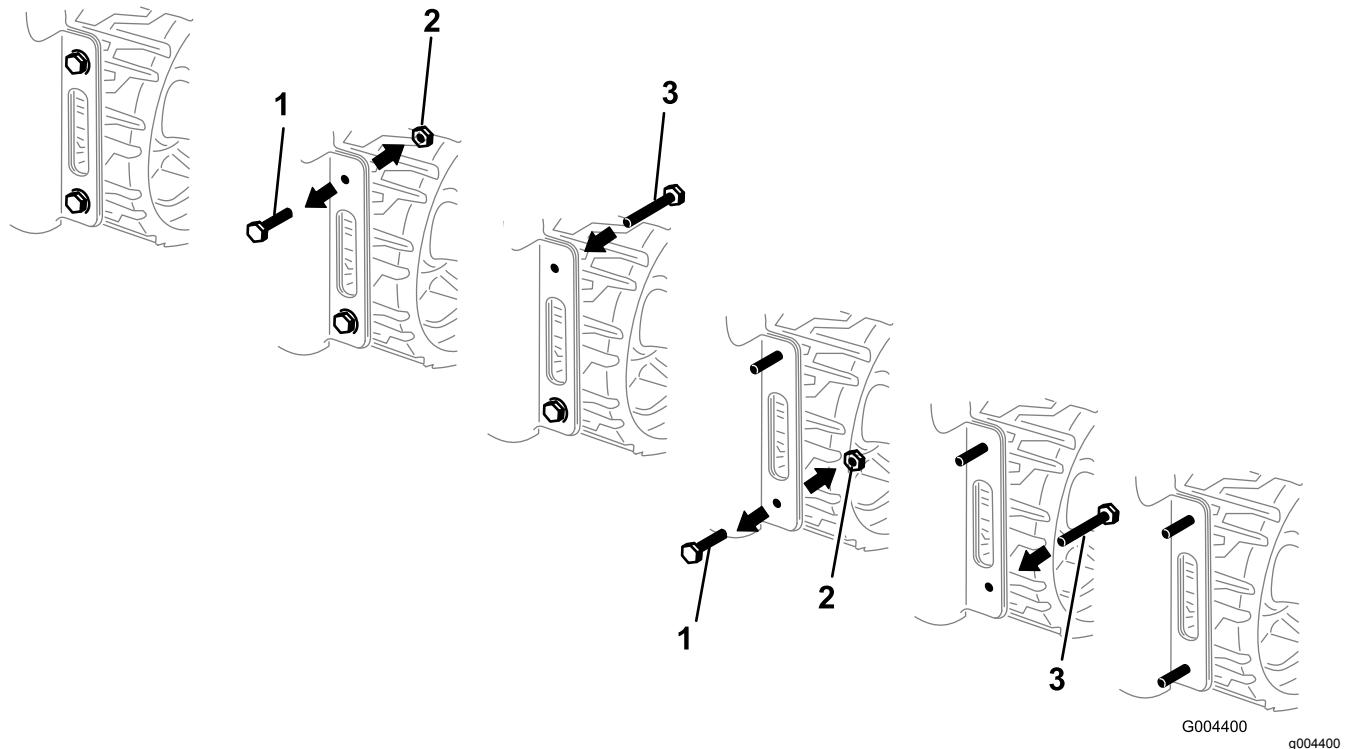

Figura 3
2. Uno por uno, cambie los 4 pernos y tuercas que sujetan los laterales del panel trasero inferior al bastidor por 4 pernos nuevos (1/2 x 1 1/2"), como se muestra en la Figura 3.